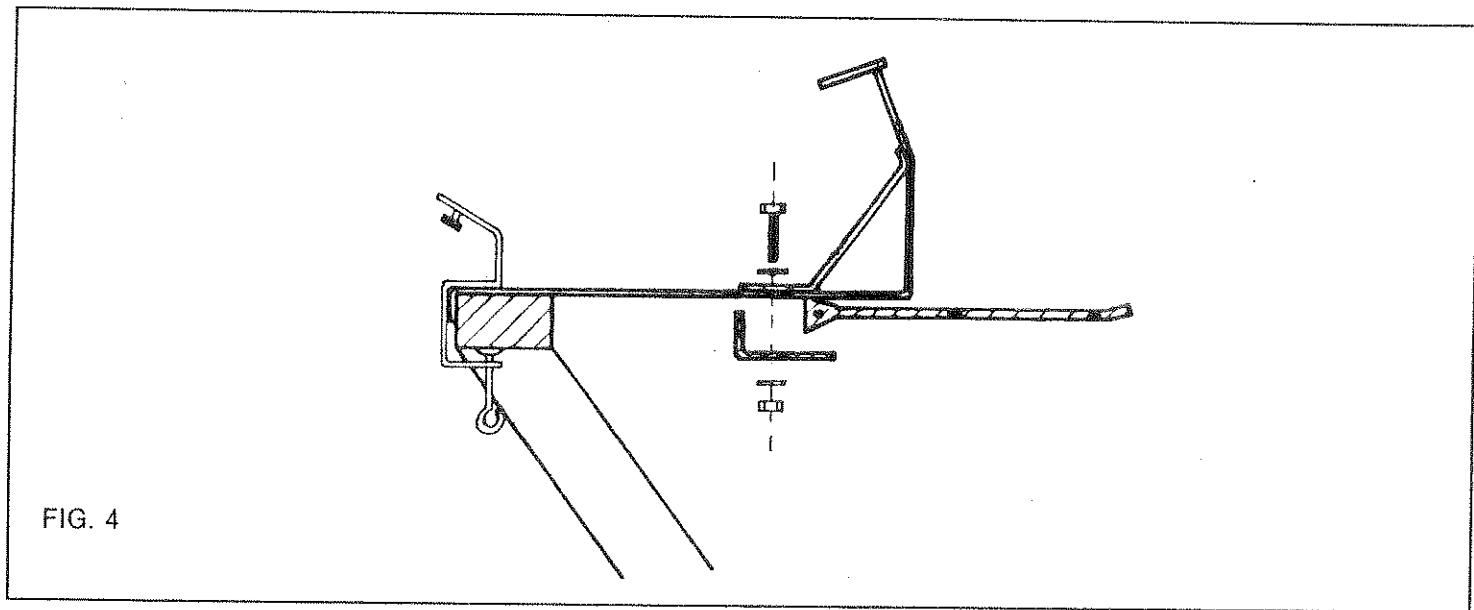

FIG. 4
*Wird die Montage auf einem Metalltisch mit geteilter Platte vorgenommen, ist der L-Bügel, ohne eine Bohrung durchzuführen, wie in Abb. 4 gezeigt, zu montieren.*